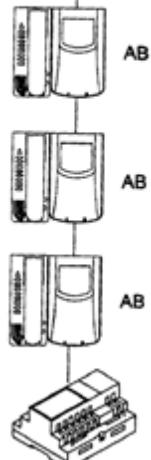
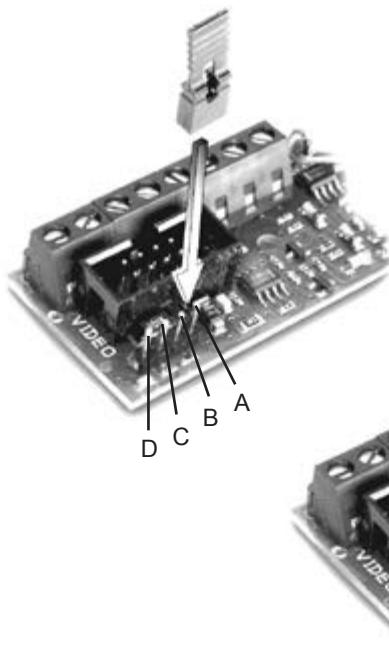

Fig. 1
Fig. 3
Im Inneren des Haustelefons befindet sich ein Steckverbinder und eine Brücke für die Stabilisierung des Videosignals (siehe Abb. 3). Diese Brücke ist in folgenden Fällen erforderlich: In Anlagen mit mehreren in Reihe geschalteten Apparaten (Video-/Audiosprechstellen) nur die Brücke des letzten Apparats auf Position BC setzen und die Brücken der anderen in der Ausgangsstellung (AB) (Abb. 1).